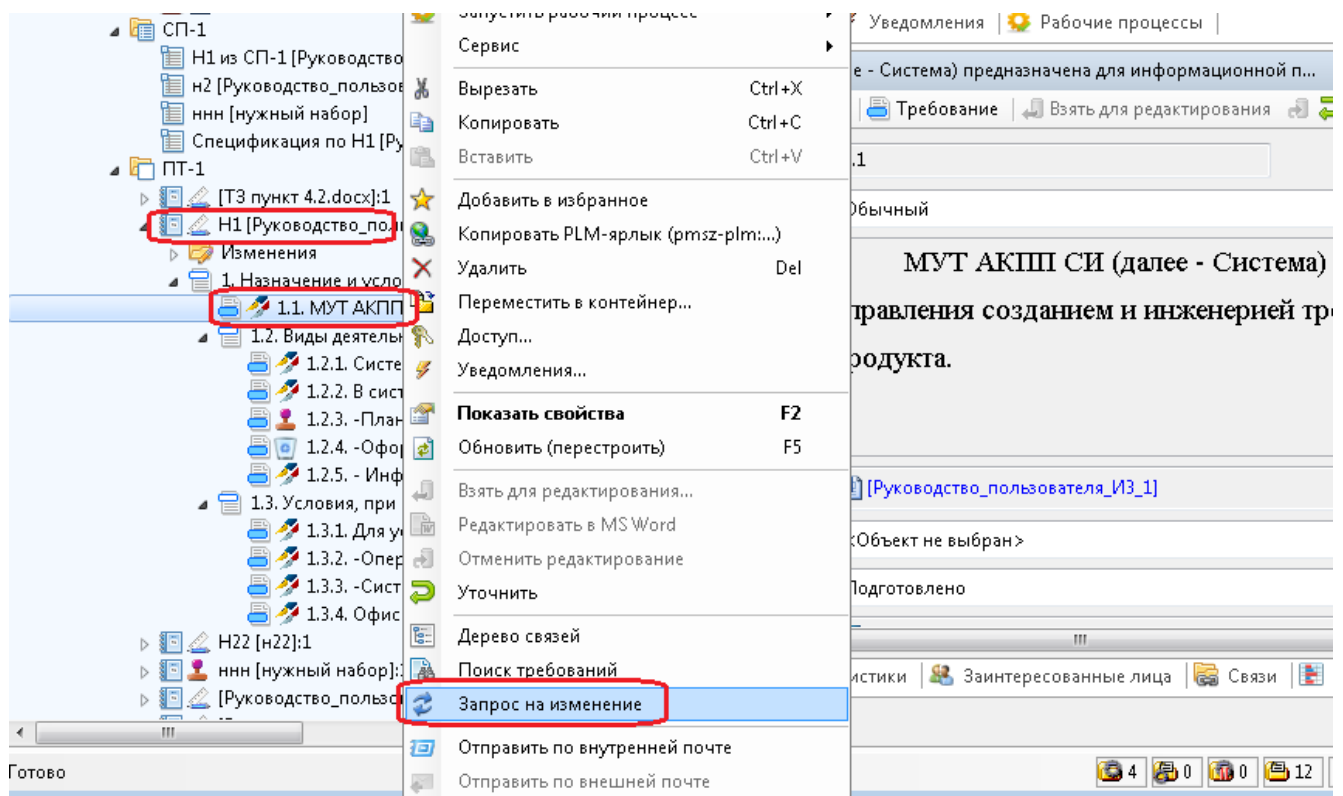

Рисунок 323 — Выбор команды «Запрос на изменение»
- выбрать команду «Запрос на изменение» контекстного меню (Рисунок 323);